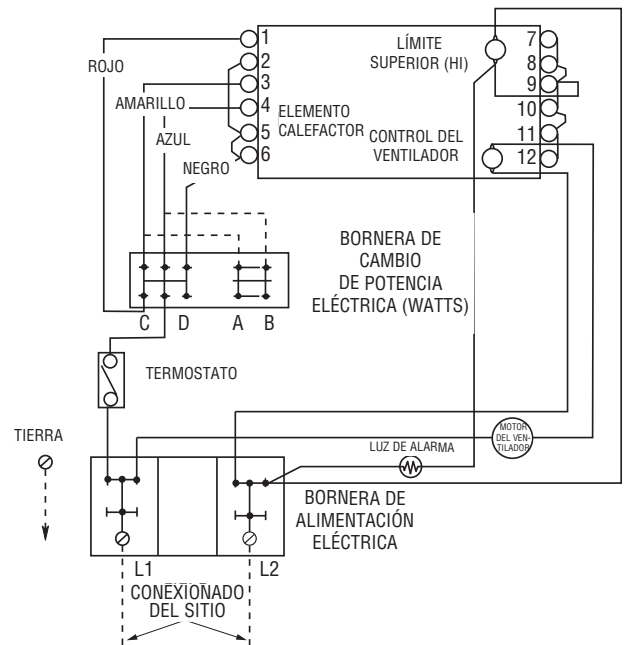

Figura 7 - Diagrama de conexión
***NOTA:** la unidad es de 240/208 volts. Cuando se use un cable de dos conductores con tierra, el cable blanco debe marcarse como negro. Ajustes de la energía térmica, Tabla 2, y el diagrama de conexión de la Figura 7.
particular requiera menor energía térmica, consulte la Tabla 2 y cambie los cables en la bornera de cambio de potencia eléctrica (watts), como se muestra en el Diagrama de Conexión de la Figura 7.